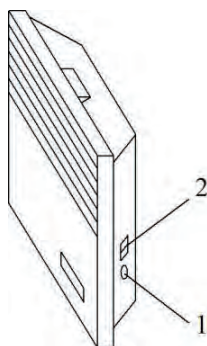

Рис. 6
5.6 Переведите клавишу выключателя (клавиши ступенчатого регулятора мощности) в отключенное положение «0», ручку термостата установите в положение «\*» (совместите знак «\*» на ручке с меткой на корпусе конвектора или блока управления). Конвектор готов к работе (расположение органов управления конвектором приведено на рис. 6).